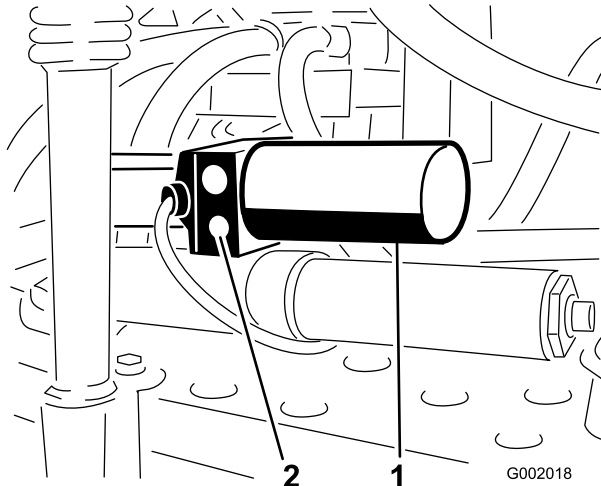

Bild 70
1. Ermitteln Sie das manuelle Überdruckventil am Aktuator jedes Auslegers. Das manuelle Überdruckventil ist das kleinste Ventil. Es befindet sich nur an einer Seite des Aktuators (Bild 70).